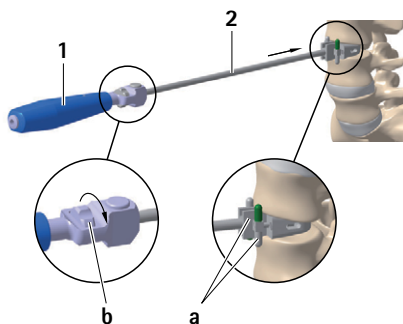

Fig. 1
- ▶ Montar a guia de cinzel 2 com a altura de implante e ângulo desejados no cabo 1, ver Fig. 1.
- ▶ Rodar a roda **b** no sentido dos ponteiros do relógio e ajustar a paragem de segurança **a** para o comprimento de cinzel mais curto, ver Fig. 1.
- ▶ Introduzir a guia de cinzel **2** no centro do espaço intervertebral e ajustar a paragem de segurança **a** sob controlo radiológico para a profundidade do cinzel pretendido, ver Fig. 1.